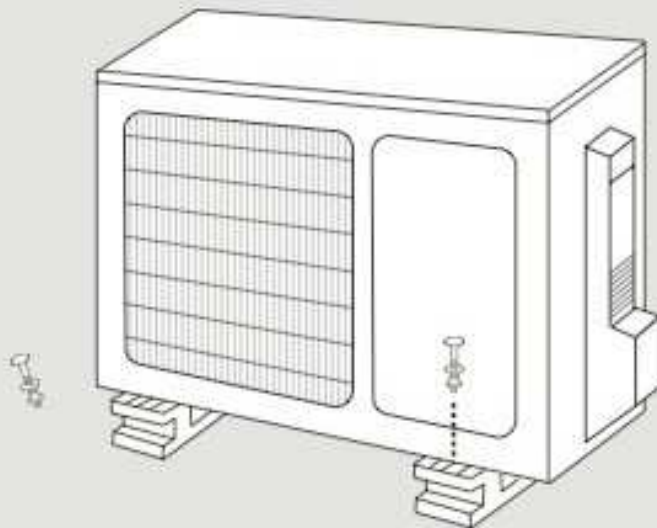

**Fig. 3.13**
2. Stützen Sie die Einheit mit einem Ausleger oder Keil, so dass Sie genügend Platz haben, um Kältemittelleitungen, Signalkabel und Ablaufschlauch anzuschließen. Siehe **Abb. 3.13** für ein Beispiel.